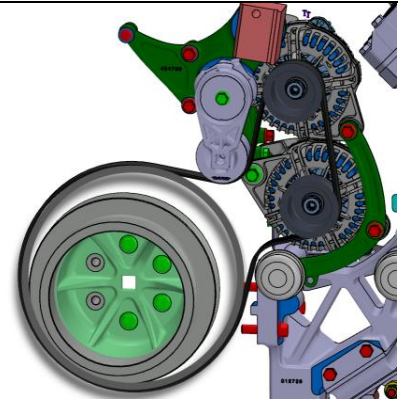

FIGURE 30
39. Réinstaller la courroie d'alternateur. Pour ce faire, tourner le tendeur automatique à l'aide d'une clé articulée à prise carrée $\frac{1}{2}$ et installer la courroie tel que montré sur la FIGURE 30.